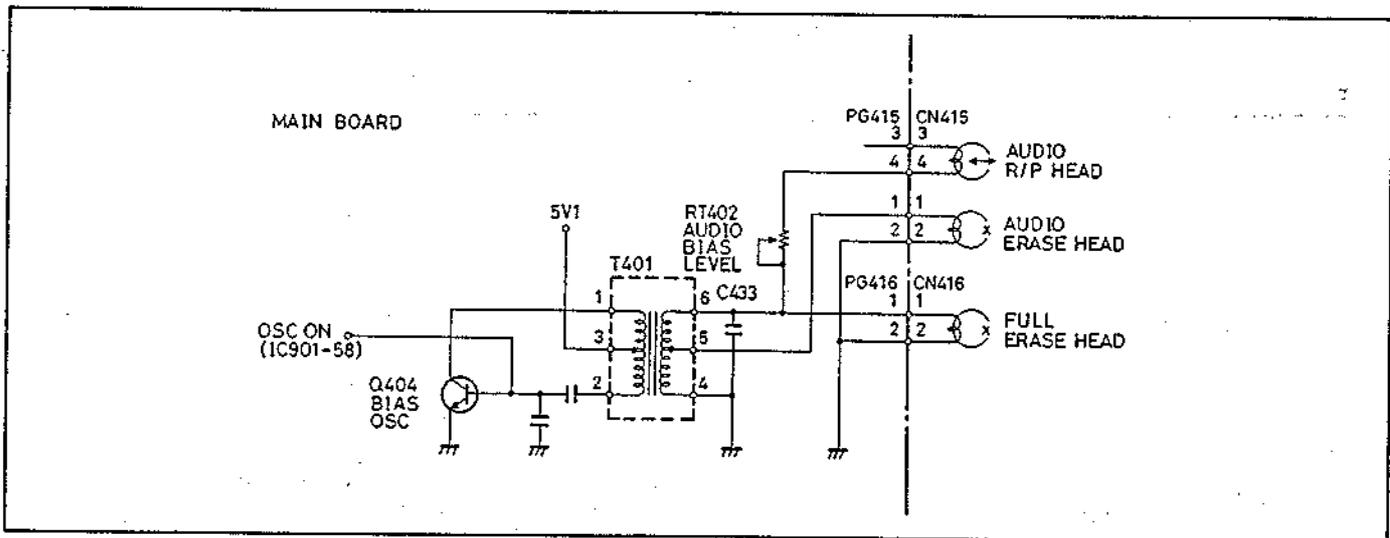

Abb. 6.8 Vormagnetisierungszusillator
5. Vormagnetisierungszusillator (Abb. 6.8)